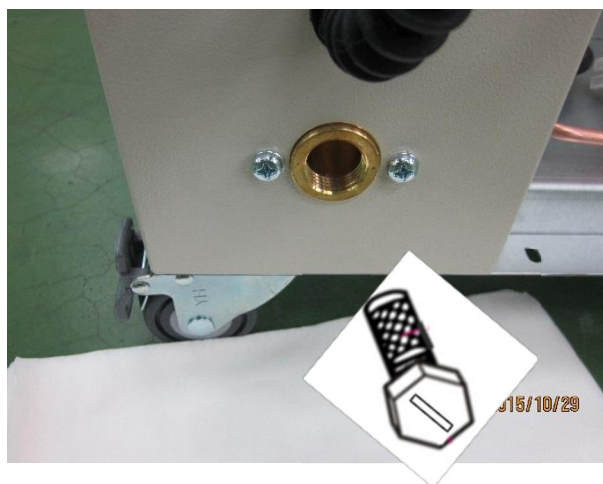

Figura 33
- Limpie el filtro, use una llave inglesa (o cuchillo, destornillador) para destornillar la tuerca en sentido antihorario según se muestra en la Figura 31 hasta la Figura 33.
Retire el filtro cuidadosamente y enjuague con agua para limpiarlo. Ensamble de nuevo según se muestra en Figura 33